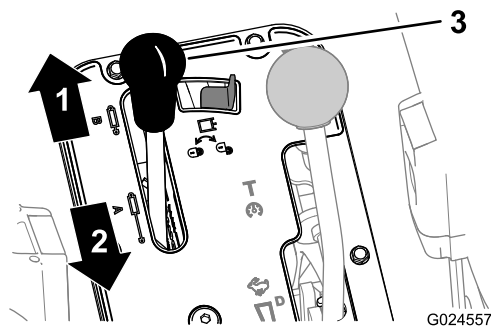

Figur 4
- C. Fjern terminalen til den positive batterikabelen fra batteripolen (Figur 4).
1. Koble den positive batteriledningen til batteriet (Figur 4). Se Klargjøring for montering av sett.